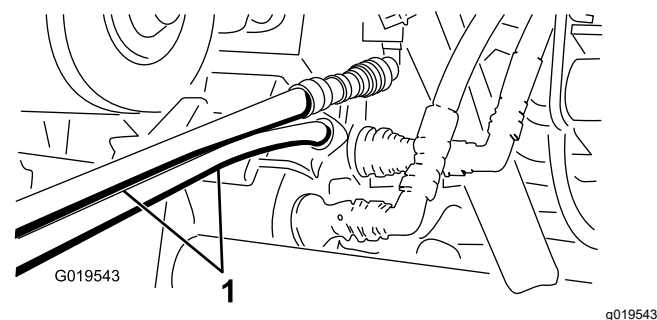

图 73
5. 在另一台机器上将 2 个软管连接至仍在联轴器支架上的联轴器将顶部软管连接到顶部联轴器将底部软管连接至底部联轴器图 73。